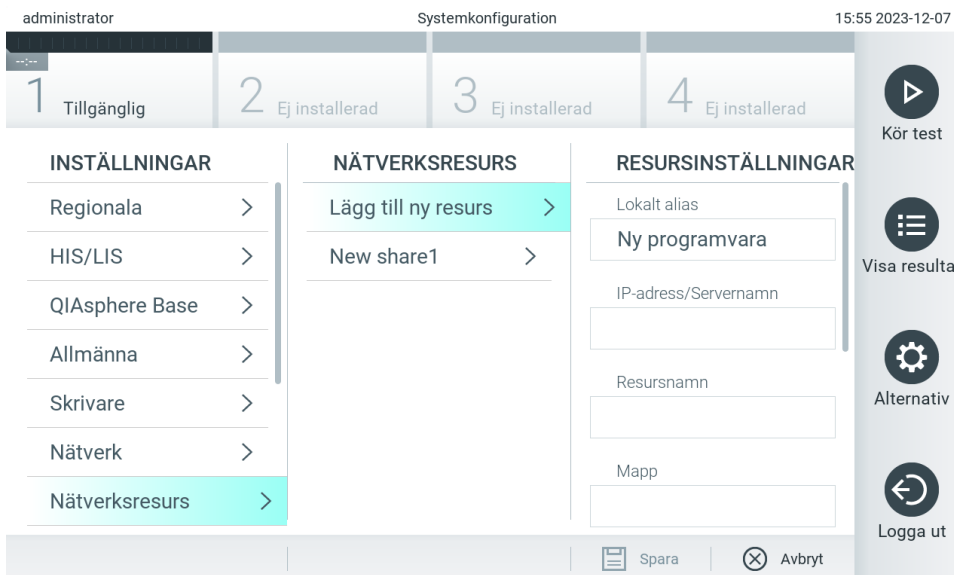

Bild 68. Lägga till en nätverksresurs.
3. Tryck på **Add new share** (Lägg till ny delning) (bild 68).